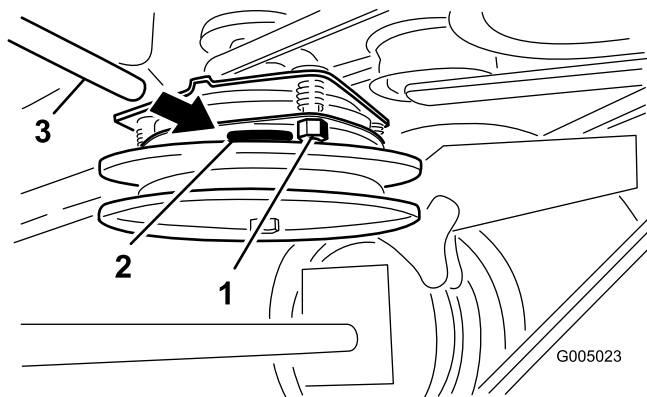

Figure 35
2. Serrez les contre-écrous jusqu'à ce la jauge d'épaisseur fléchisse légèrement mais puisse bouger facilement dans l'entrefer (Figure 35).